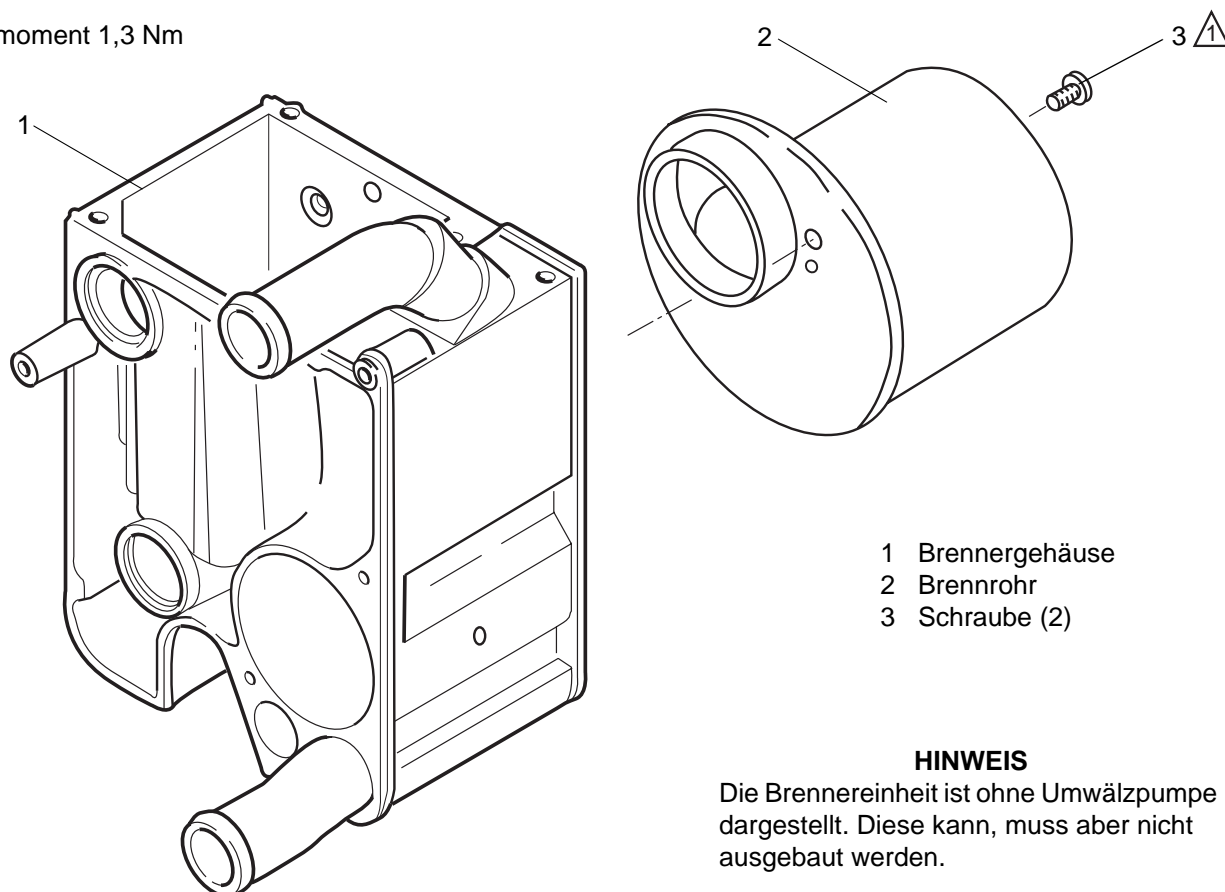

Abb. 904 Wechsel des Brennröhres bzw. des Brennergehäuses
5. Schrauben (3, Abb. 904) entfernen.
6. Brennrrohr (2) aus dem Brennergehäuse (1) herausziehen.
7. Ggf. Brennrrohr (2), Brennergehäuse (1) und Schrauben aussondern.
1. Brennergehäuse (1, Abb. 904) und Brennrrohr (2) in Zusammenbau anbringen und mit Schrauben (3) befestigen.
2. Schrauben (3) mit 1,3 Nm anziehen.